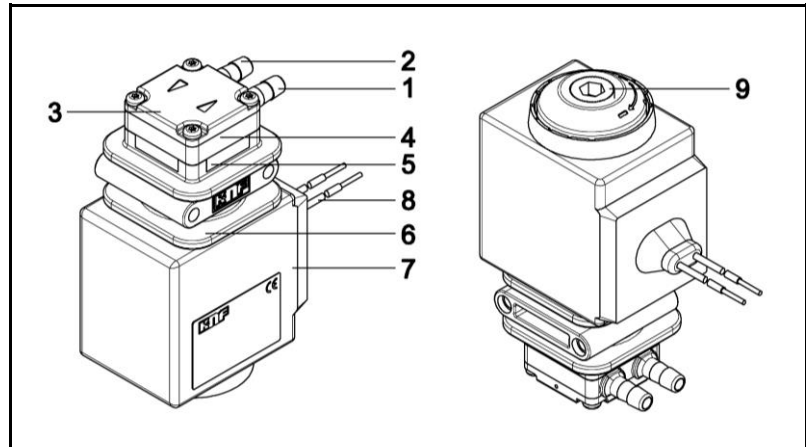

Fig. 1: Magnet-Membran-Dosierpumpe FMM 80
* Der Pumpenkopf besteht aus Zwischenplatte und Anschlussplatte (Fig. 1).